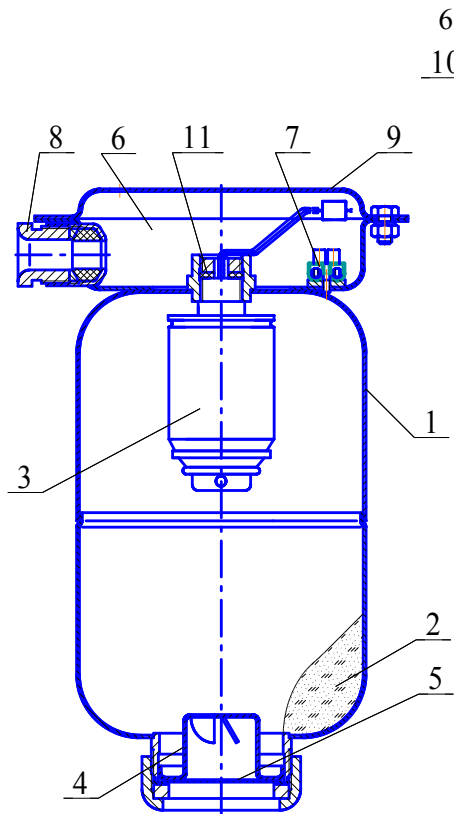
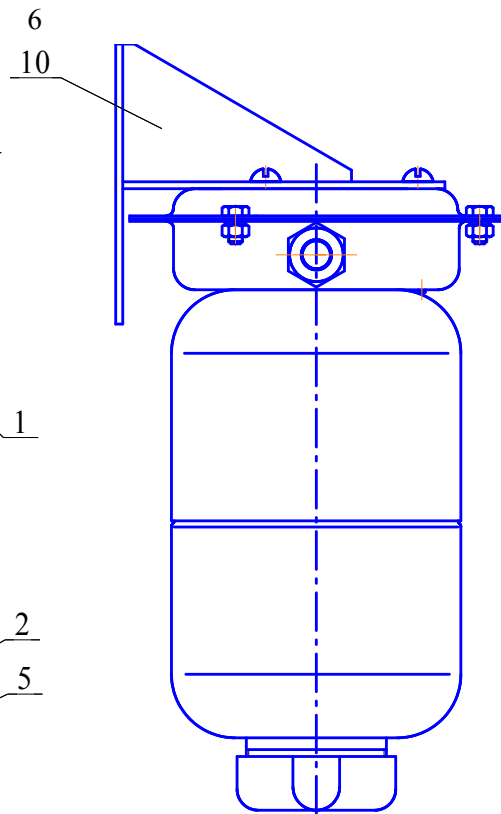

Рисунок 1
Рисунок 2
- ИХГ-2(М)-01 СИАВ 066614.025.000 ТУ для МПП нормального исполнения или ИХГ-2(М)-02 СИАВ 066614.025.000 ТУ для МПП специального исполнения (поз. 3 рисунок 1) – 1 шт.;
- резиновая прокладка черт. СИАВ 634233.006.023-01 (поз. 11 рисунок 1) – 1 шт.;
- огнетушащий порошок ИСТО-1 ТУ 2149-001-54572789-00 (поз. 2 рисунок 1) – 1,9 кг;
- мембрана черт. СИАВ 634233.006.003 (поз. 5 рисунок 1) – 1 шт.
В верхней части МПП снабжён кронштейном 9 для крепления к потолочному перекрытию (рисунок 1) или кронштейном 10 для крепления к стене (рисунок 2).
6.3 Закрепить кронштейн 9 (см. рисунок 1) на потолке или кронштейн 10 (см. рисунок 2) на стене. Координаты отверстий в кронштейне, предназначенном для крепления МПП на потолке, приведены на рисунке 4а), на стене – на рисунке 4б).